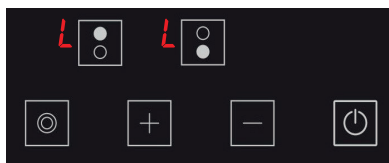

Abbildung 20
1. Das **L** Symbol wird auf allen Anzeigen angezeigt, wenn das Kochfeld eingeschaltet ist und die Kindersicherung aktiv ist. (siehe Abb. 20) Die **L** und **H** Symbole werden im Wechsel angezeigt, falls eine Kochstelle heiß ist. Sie können das Kochfeld nur mit der **Power** Taste ein- oder ausschalten.